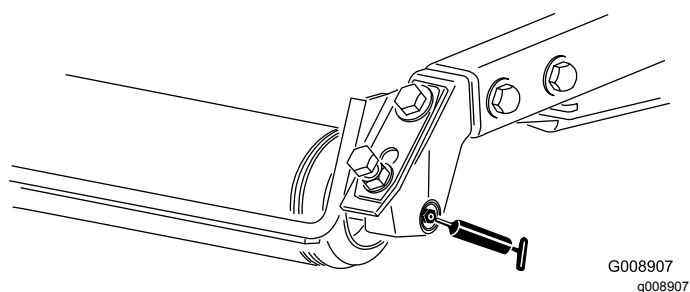

Figura 52
- Rolamentos do cilindro traseiro (2 por cada unidade de corte) (Figura 52)